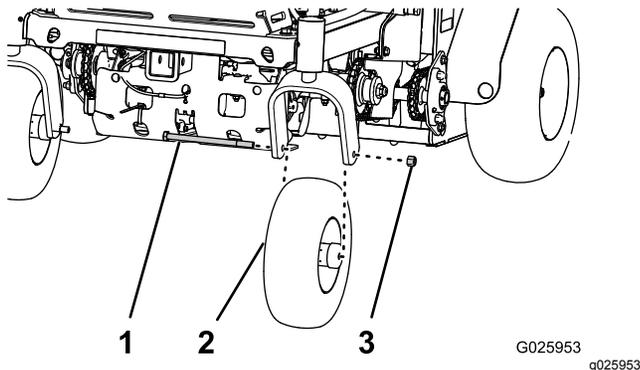

Figura 28
3. Retire la tuerca y el perno de la rueda, y retire el conjunto de la rueda giratoria de la horquilla (Figura 28).
1. Alinee el orificio del eje del conjunto de la rueda giratoria entre los orificios de la horquilla de la rueda giratoria (Figura 28).
2. Sujete la pieza a la horquilla con la tuerca y el perno de la rueda (Figura 28) que se retiraron en el paso 3 de Retirada del conjunto de la rueda giratoria (página 34).